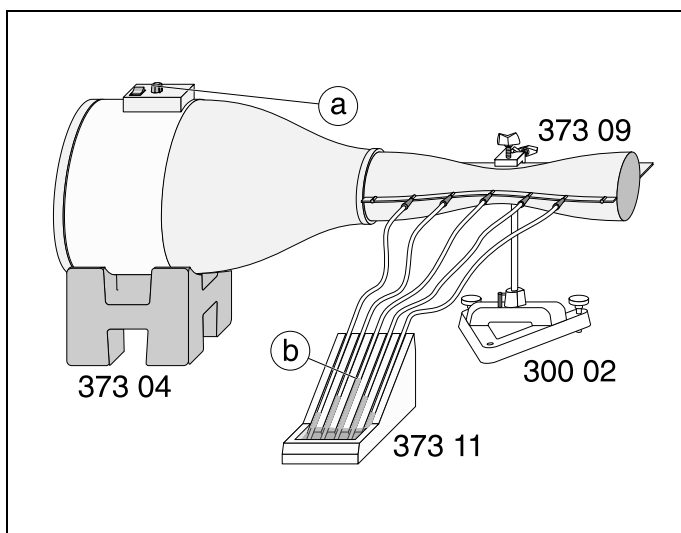

Fig. 4
Matériel recommandé pour les expériences avec le multimanoscope (cf. fig. 4):
Para los experimentos con el multimanoscopio (ver la Fig. 4) se recomienda:
### 3.3 Remarques sur la réalisation de l'expérience avec le manoscope (fig. 4)
1. Préparer le multimanoscope conformément au fig. 4.
### 3.3 Indicaciones para la ejecución del experimento con el multimanoscopio (Fig. 4)
1. Preparar el multimanoscopio según la fig. 4.